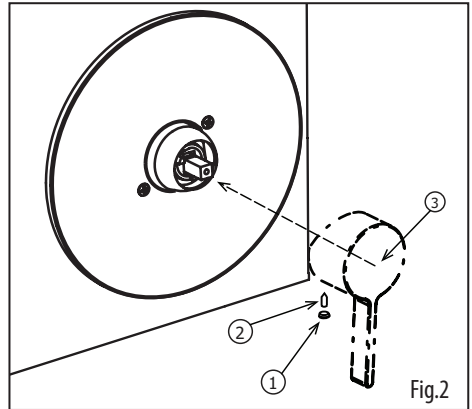

Fig.2
Insert the handle (3) onto the valve broach. Secure it with supplied setscrew (2) and place the decorative cap (1) (Fig.2).
Insérer la poignée (3) sur la tête de la cartouche de la valve. La fixer ensuite avec la vis de retenue (2) et apposer le capuchôn décoratif (1) (Fig.2).